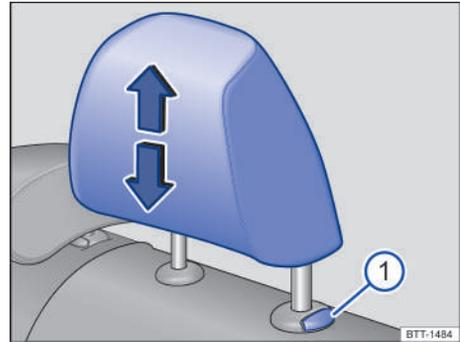
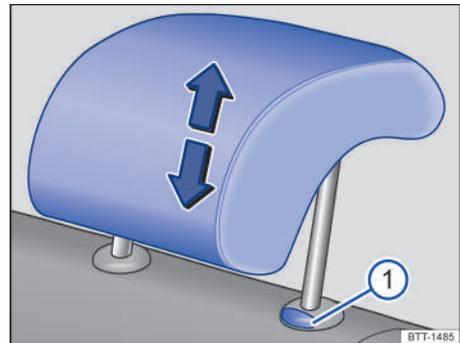

Fig. 64 En las plazas laterales traseras: ajustar el apoyacabezas.
Fig. 65 En la plaza central trasera: ajustar el apoyacabezas.
1. Suba o baje el apoyacabezas presionando al mismo tiempo la tecla → fig. 64  o → fig. 65 .